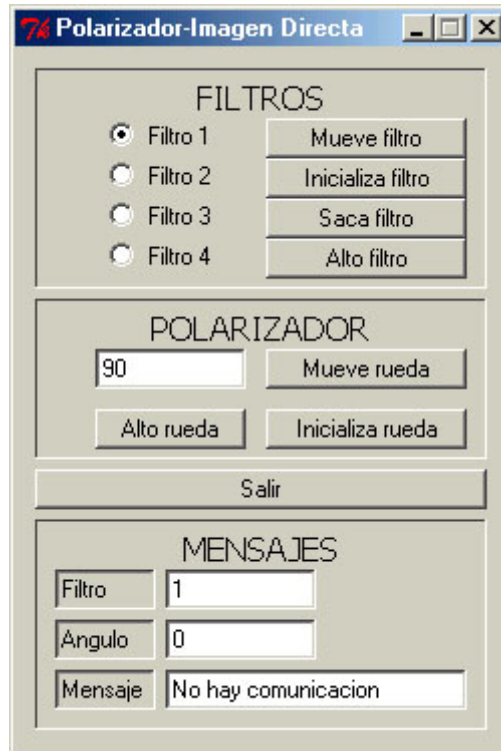

Figura 14. Interfaz del polarímetro
- 1) Instalar el cabezal de POLIMA y el controlador en la platina del telescopio. La tapa magnética de la rueda de filtros debe estar hacia el norte. Ver Figura 14.
En cualesquiera de los dos sistemas operativos, al correr el programa de control se aparecerá en la pantalla una ventana similar a la mostrada en la Figura 14. A continuación se describen las funciones de los botones y campos de mensaje de esta interfaz gráfica.